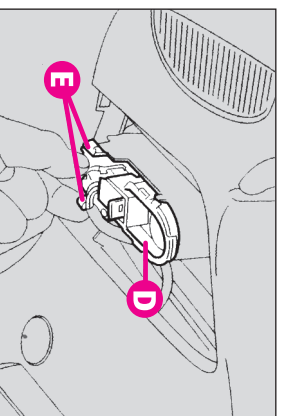

fig. 51
-scoateți suportul de bec (D-fig. 51)
apăsând pe clipsurile de fixare (D-fig. 51)
(E-fig.51)
--trageți în afară soclul becului (D-fig.51) desfășcând clipsurile de fixare. (E-fig. 51)
--puneti la loc unitatea de iluminare pe caroserie strângând șuruburile (E-fig.51).